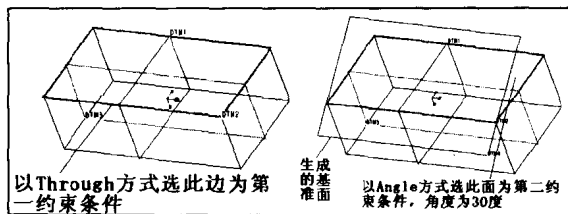

图1-2 以【Through】方式生成基准面
- **【Through】**：用于生成通过特征表面或者特征边缘线的基准面。当以特征表面为参考时，特征表面必须为平面，在此基础上，只需选择特征表面即可生成；当生成通过特征边缘线的基准面时，特征边缘线必须为二维平面线而不可以是三维线。同时，在选择完边缘线后，还需要制定第2个约束条件才能完成基准面的生成。第2个约束条件可以从其他生成基准面的方法中选择，比如**【Angle】**角度或者**【Tangent】**相切，如图 1-2 所示。